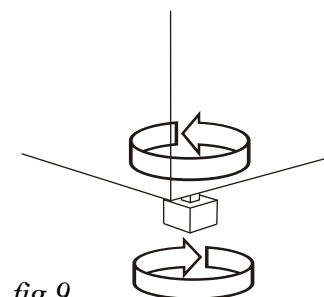

fig.9
- 2.Le dispositif doit être posé sur un sol plan et solide, et ensuite mis au niveau (au besoin visser ou dévisser ses pieds, voir sur la fig.9).